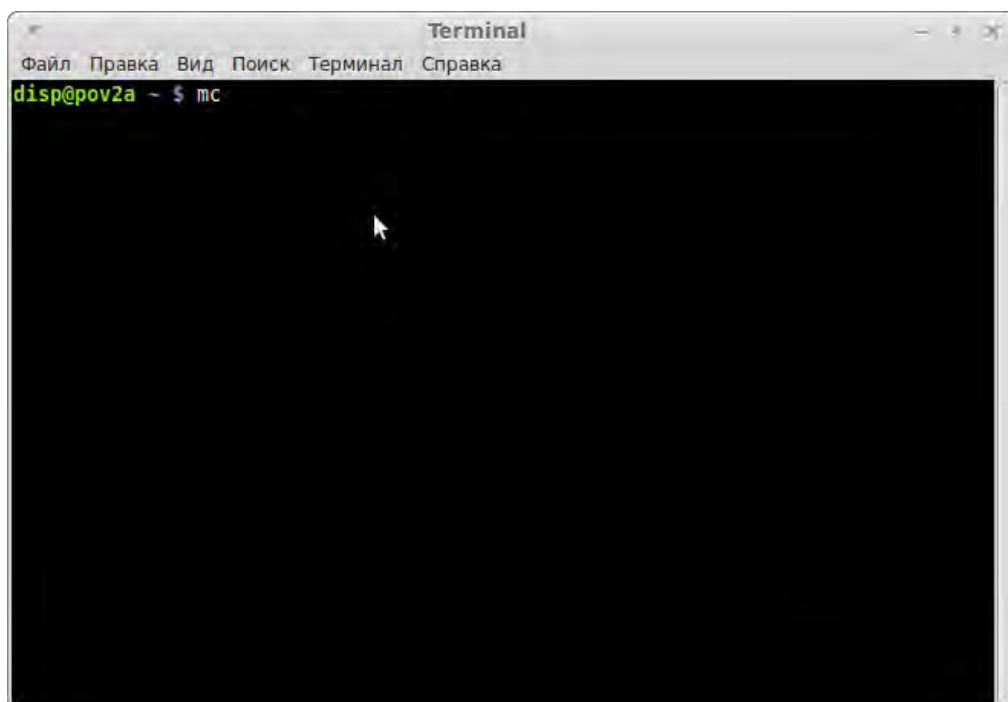

Рисунок 4. Запуск файлового менеджера.
7.1.6. В открывшемся «окне» терминала ввести команду запуска файлового менеджера «mc» и нажать клавишу «Enter» (Рисунок 4).